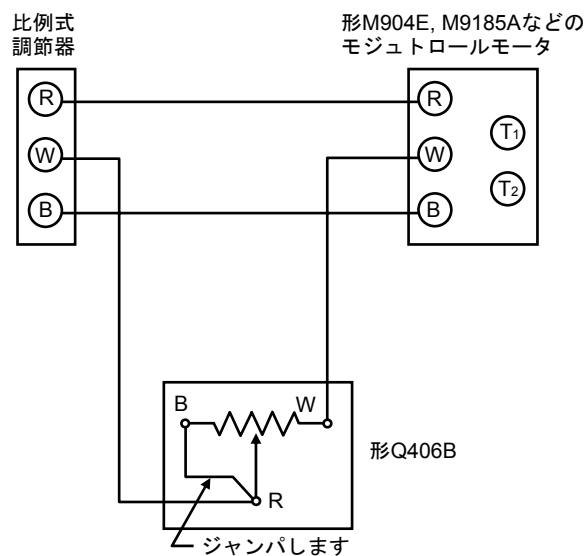

図5 最小開度用として用いる場合の結線例
- (2) ダンパなどの最小開度用として用いる場合の結線を図5に示します。最小開度範囲は0～50%です。